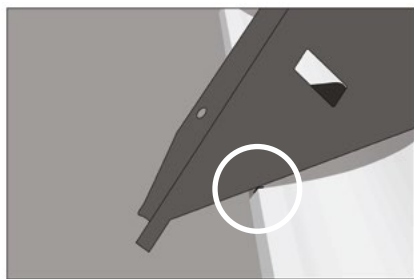

fig 16
- Alinee el corte de corte correcto con las marcas del bisel (**fig. 16 y fig. 17**) (nota: asegurar las pestañas NO hace que queden asentadas firmemente frente el borde de la pared o la moldura). Mire a través de la moldura con la cuchilla hasta la cara de corte. Como antes, corte a lo largo del ala derecha para el lado derecho de un inglete externo (**fig. 18**) y el ala izquierda para el lado izquierdo (**fig. 19**). Para un inglete interno, corte a lo largo de la cara izquierda para el lado derecho y la cara derecha para el lado izquierdo. (Ver diagrama 2 de la pieza)